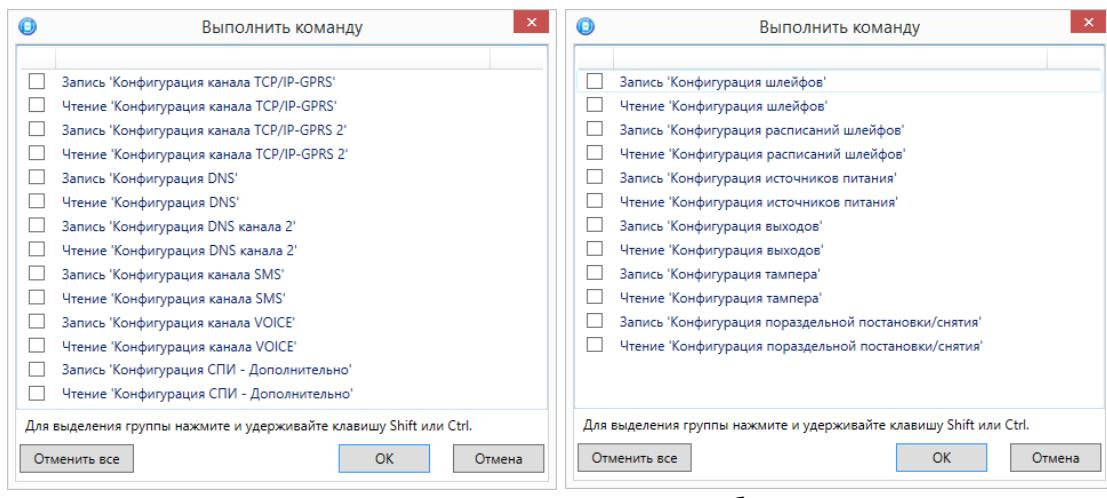

Рисунок 4.44 — Окно *Выполнить команду* (а — конфигурация ПОО, б — конфигурация ППК)
- **Выполнить команду:** открытие окна *Выполнить команду* (см. рисунок 4.44), с помощью которого могут быть записаны или считаны отдельные группы параметров (актуально при медленной скорости передачи данных или тарификации по объему передачи данных).